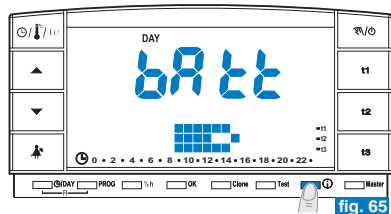
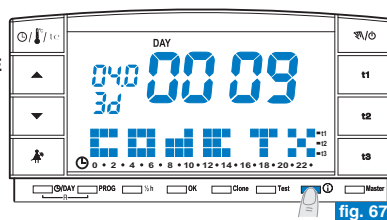

fig. 65
fig. 67
- Dalla videata precedente premere un'altra volta il tasto ⓘ: sul display apparirà il livello di carica delle pile (esempio in fig. 65).
- Dalla videata precedente (fig. 65) premere un'altra volta il tasto **ⓘ**: sul display apparirà il serial number che viene trasmesso dal cronotermostato ogni volta che avviene una trasmissione dati (esempio in fig. 67).